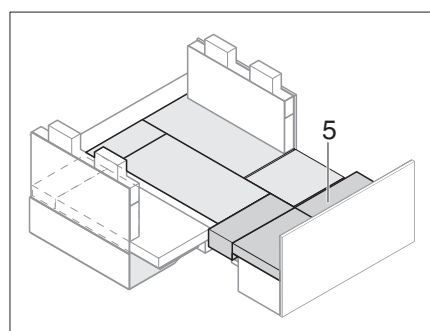

Fig. 219 Dopo l'estrazione
- Applicare i cuscini aggiuntivi (Fig. 219,5).